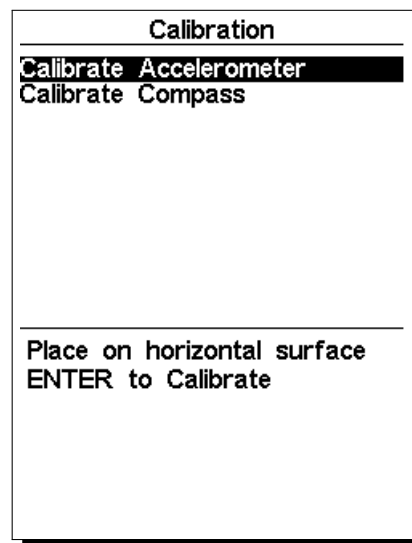

FIGURE 6.1 – Option du menu « Calibrate Accelerometer » (Calibrer l'accéléromètre)
1. Aller dans Menu->Réglages->Calibration (Calibrage) et choisir l'option « Calibrate Accelerometer » (Calibrer l'accéléromètre) (voir Figure 6.1) ;